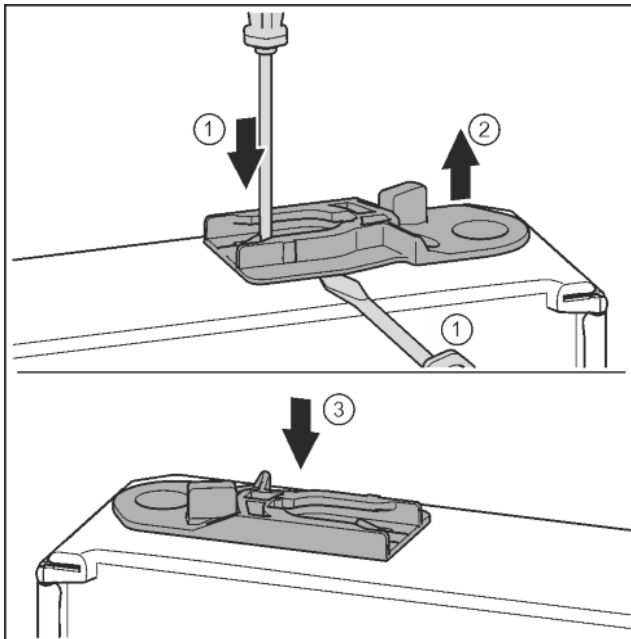

Fig. 32
- ▶ Vytáhněte vodící pouzdro: Stiskněte jazýček šroubovákem a současně plochým šroubovákem zajedte pod vodící pouzdro. *Fig. 32 (1, 2)*
- ▶ Vodící pouzdro přiložené v příslušenství zasuňte na druhé straně pláště. *Fig. 32 (3)*